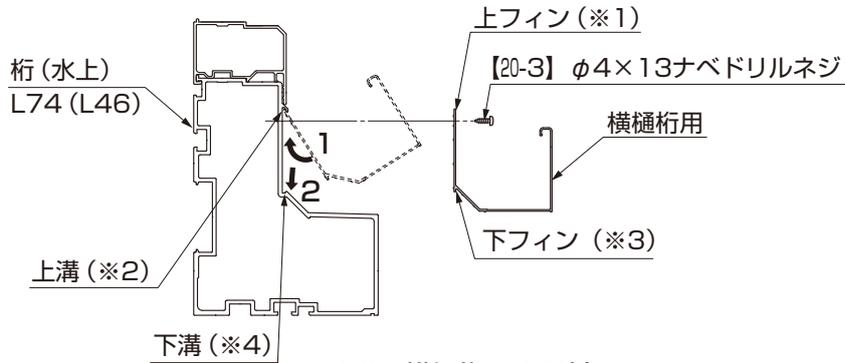

図8-2 横樋用の取付け
- ①横樋用の上フィン(※1)を、桁の上溝(※2)に下から入れ、横樋用の下フィン(※3)を桁の下溝(※4)に落とし込むように取付けてください。(図8-2参照)